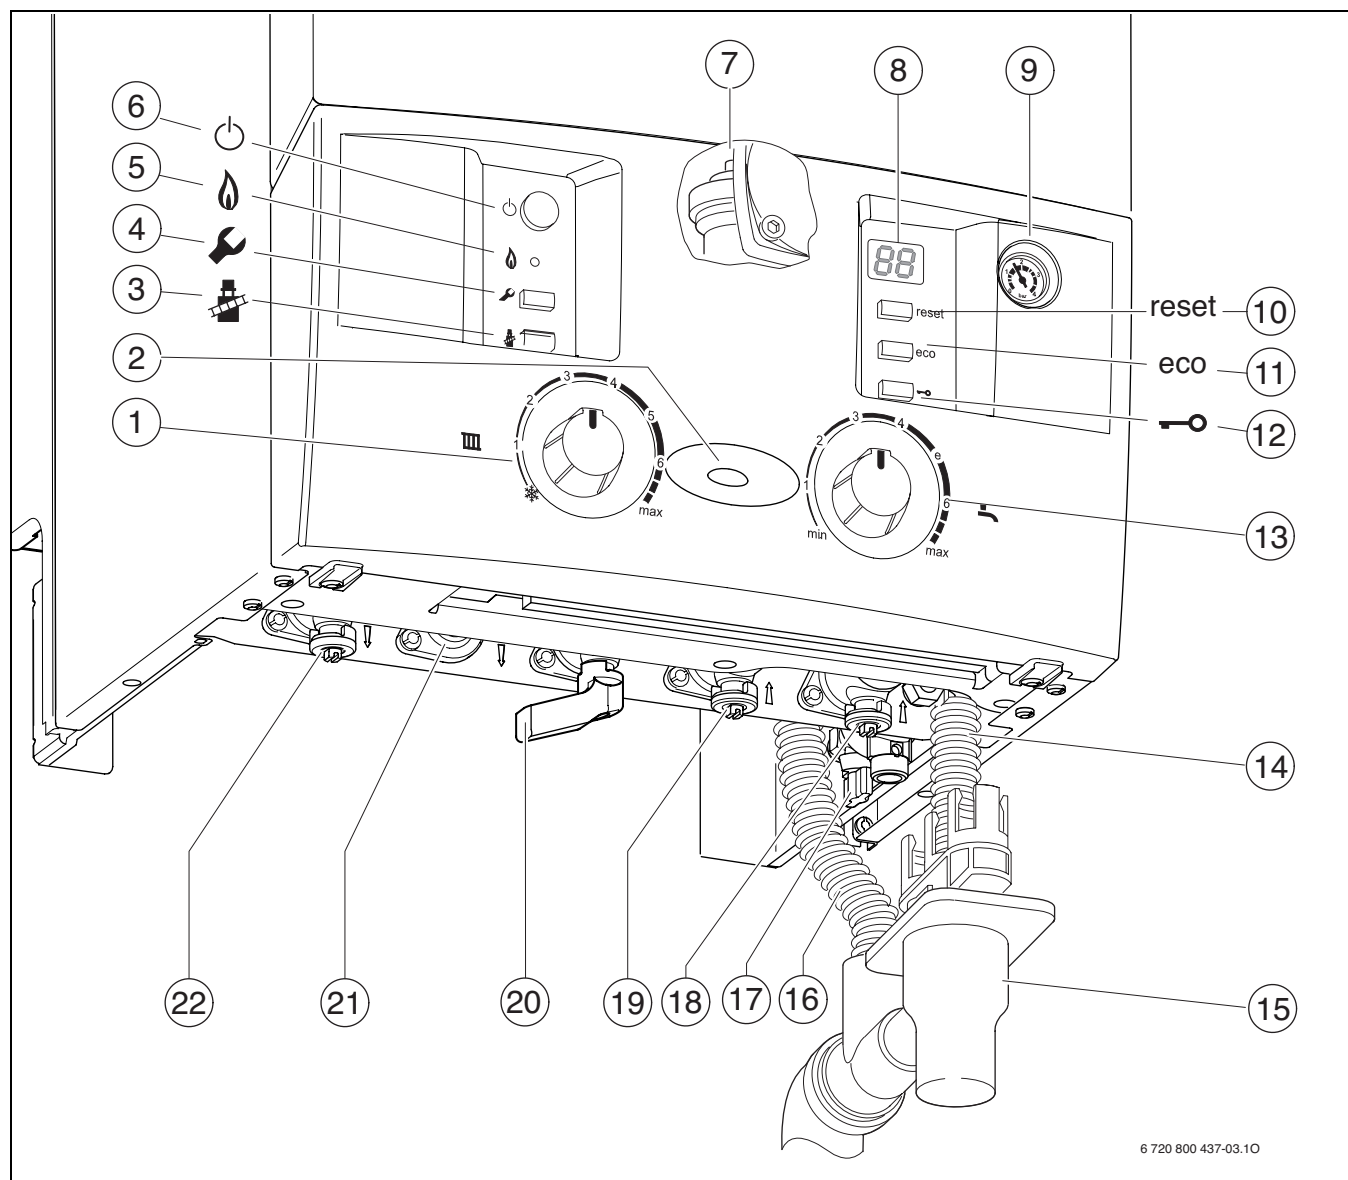

Fig. 21
- Aprire i rubinetti di mandata e ritorno riscaldamento [18 e 22, fig. 21], aprire il rubinetto di carico, riempire l'impianto di riscaldamento su 1 - 2 bar e chiudere il rubinetto di carico.